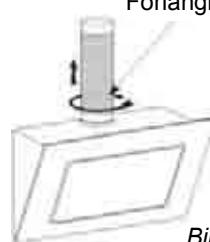

Bild 3
- Installera förlängningsrören och anslut till skorstenen på spiskåpan. *Se Bild 3.*